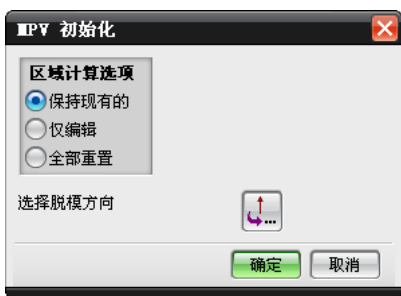

图 10-22 【MPV 初始化】对话框
(2) 在图 10-21 所示【模具分型工具】工具栏中，单击【区域分析】按钮，弹出如图 10-22 所示【MPV 初始化】对话框。